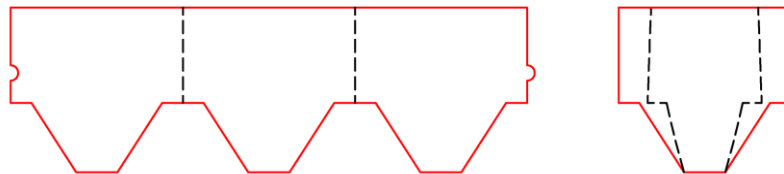

Рис. 13
- для монтажа последующих рядов черепицы необходимо формировать каждый отдельный лепесток, причем, согласно разметке, вырезать их с каждым рядом все уже и уже (**Рис. 13**);